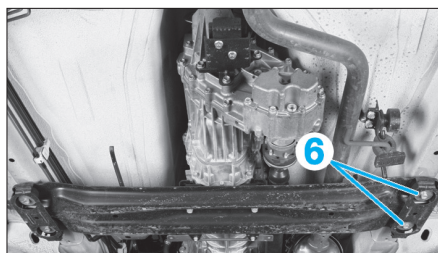

FIG. 6
- de l'actionneur de la boîte de transfert (3).
- du contacteur de verrouillage du différentiel central (4).
- du contacteur 4L/N (5).
- Déposer les vis de fixation droite (6) de la traverse (Fig.6).